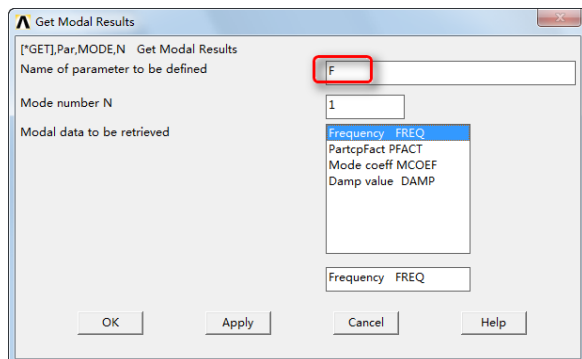

图 13-48 “Get Model Results”对话框
⑯弹出另外一个“Get Modal Results”对话框，如图 13-48 所示，在“Name of parameter to be defined”后面输入“F”，在“Mode number N”后面输入 1，在“Modal data to be retrieved”后面的列表中选择“Frequency FREQ”，单击“OK”按钮。